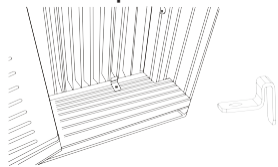
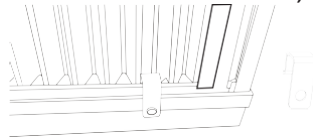

Imagen 7A
Imagen 7B
- A. Coloque la fijación del marco entre las extensiones del marco y el alféizar de la ventana como se muestra (Imagen 7A para Ventanas de Madera) (Imagen 7B para Ventanas Revestidas de Vinilo)